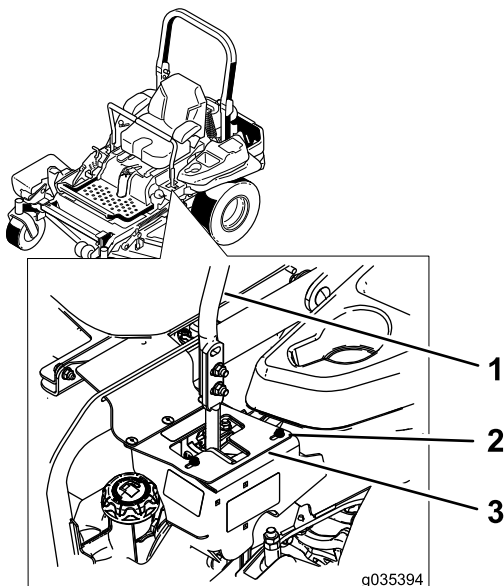

Figure 71
6. Si la machine se déporte à droite, desserrez les boulons et reculez la plaque de butée gauche dans la fente en T gauche, jusqu'à ce qu'elle se déplace en ligne droite (Figure 71).
7. Si elle se déporte à gauche, desserrez les boulons et reculez la plaque de butée droite dans la fente en T droite, jusqu'à ce qu'elle se déplace en ligne droite (Figure 71).
8. Serrez les boulons de la plaque de butée (Figure 71).